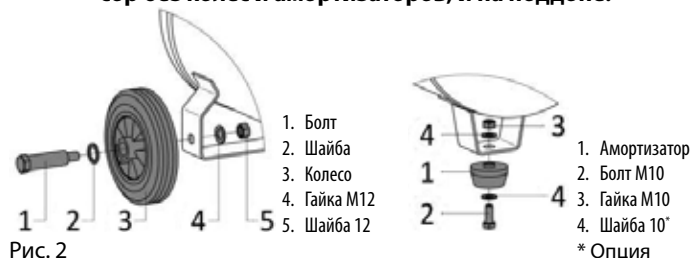

Рис. 2
- 6.5 В зависимости от модели, установите колеса и амортизаторы, если они не были установлены (Рис. 2).